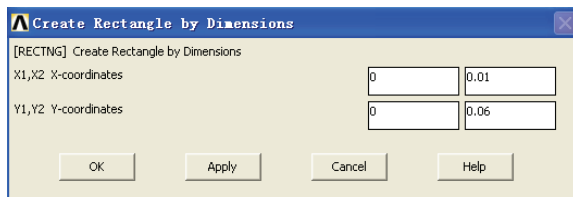

图 5-223 创建矩形面对话框
1) 选择 Main Menu | Preprocessor | Modeling | Create | Areas | Rectangle | By Dimensions 命令, 出现 Create Rectangle by Dimensions 对话框, 在 X1,X2 X-coordinates 输入栏中分别输入 0、0.01, 在 Y1,Y2 Y-coordinates 输入栏中分别输入 0、0.06, 如图 5-223 所示, 单击 Apply 按钮, 在 X1,X2 X-coordinates 输入栏中分别输入 9E-3、0.03, 在 Y1,Y2 Y-coordinates 输入栏中分别输入 -0.02、-0.01, 单击 OK 按钮关闭该对话框。